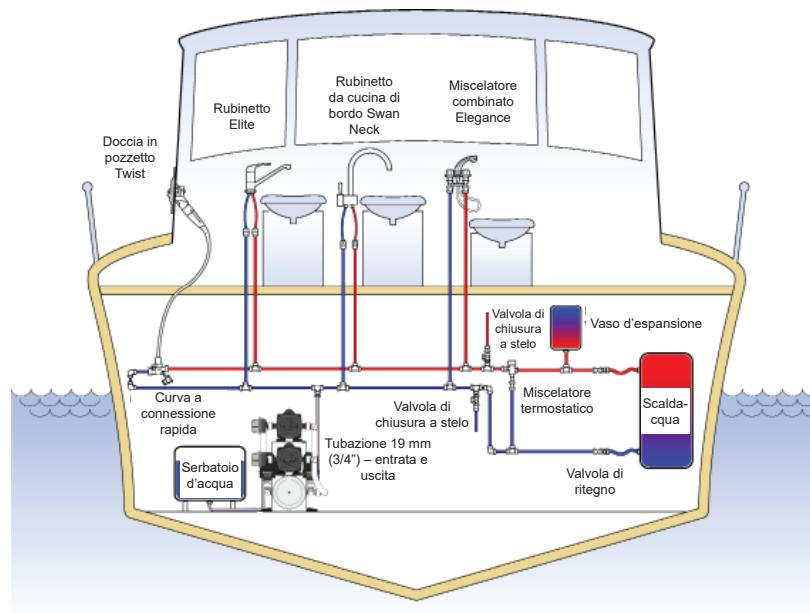

Figura 2 – Installazione tipica nel sistema marittimo (illustrazione solo a scopo di guida)
4. Applicazione	Figura 2
Il kit per l'acqua dolce ad alta capacità è progettato per l'uso con acqua dolce nelle imbarcazioni da diporto; l'installazione tipica è illustrata nella figura 2.